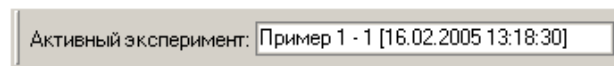

Рисунок 16
1.4. В поле "Активный эксперимент" отобразится название созданного эксперимента, и он станет *Активным* (см. Рисунок 16).